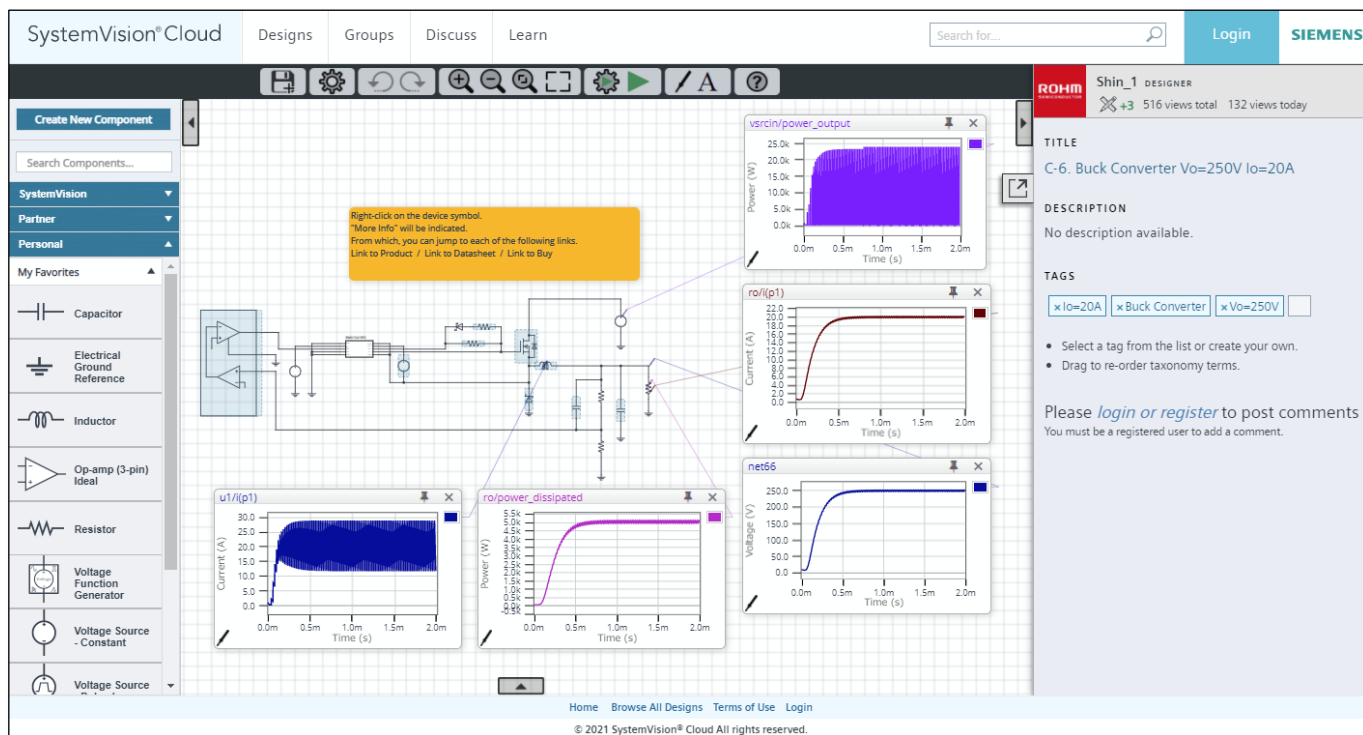

Figure 5. エクスポートした回路図が SystemVision® Cloud 上に表示される
2. 新たに Web ブラウザーが起動し、エクスポートした回路図が SystemVision®Cloud 上に表示されます (Figure 5)。